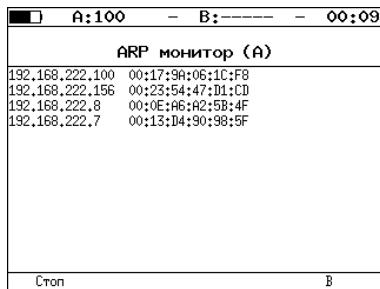

Рис. 7.76. Экран «ARP монитор»
Функция «ARP монитор» позволяет отслеживать ARP-ответы, передающиеся в сети, и «перехватывать» содержащиеся в них IP- и MAC-адреса сетевых устройств. На основании полученных данных формирует список (см. рис. 7.76).
4. Через некоторое время надпись «ARP-таблица пуста» исчезнет и на экран будут выводиться IP- и MAC-адреса сетевых устройств. Пример результатов тестирования представлен на рис. 7.76.